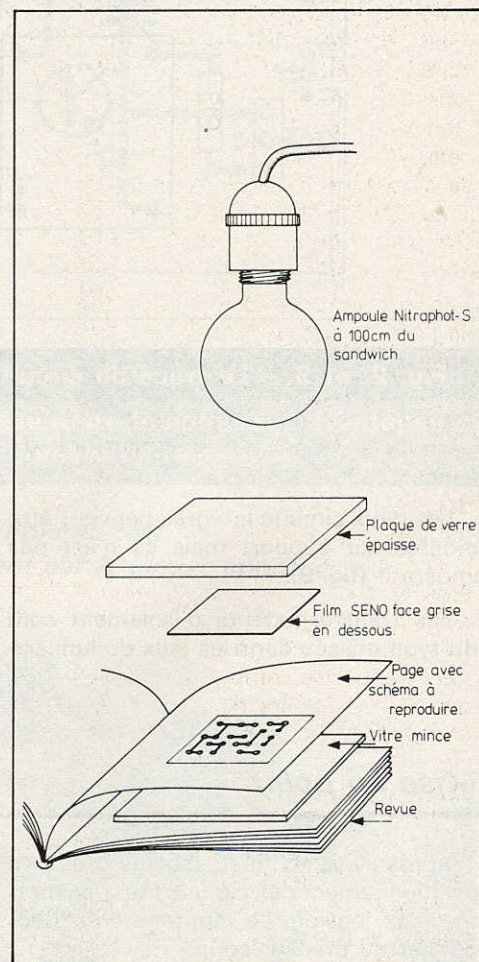

Fig. 1. - Le morceau de film Seno est pressé contre le dessin entre deux plaques de verre.
### Schéma de principe (fig. 1)
**Fig. 1. – Schéma de principe complet d'un interrupteur à effleurement présentant de nombreux avantages de sécurité puisque totalement isolés du secteur par des transformateurs.**
Le « schéma côté cuivre » du circuit que vous voulez copier a peut-être souffert chez l'imprimeur : grattez les taches et noircissez les manques. Ecrire en marge : « côté cuivre ». Glissez sous la page la vitre mince ou toute autre plaque à condition qu'elle soit rigide et rigoureusement plane (voir fig. 1).